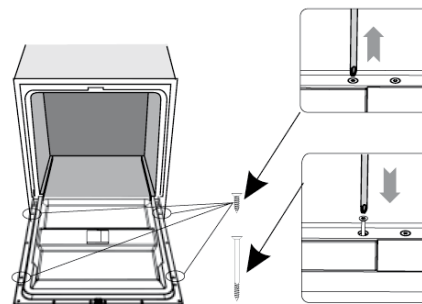

Figure 17
- 3) Fixez la porte décorative sur la porte extérieure au moyen des vis et des boulons, consultez la figure 17.